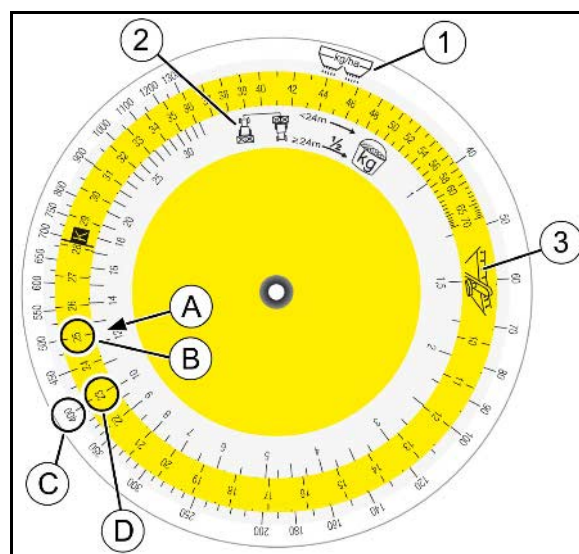

Fig. 65
Pe scala (Fig. 65/2) pentru cantitatea colectată [kg], căutați valoarea numerică (A) și suprapuneți cu poziția aleasă a vanelor glisante (B) de pe scala colorată (Fig. 65/3).
3. Căutați cantitatea pentru împrăștiere dorită (C) și citiți poziția necesară a vanelor glisante (poziție) (D).